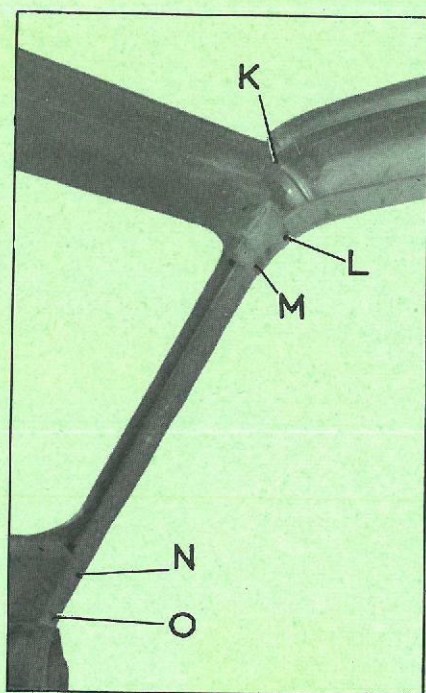

Fig. 3
- K et symétriquement (fig. 3)